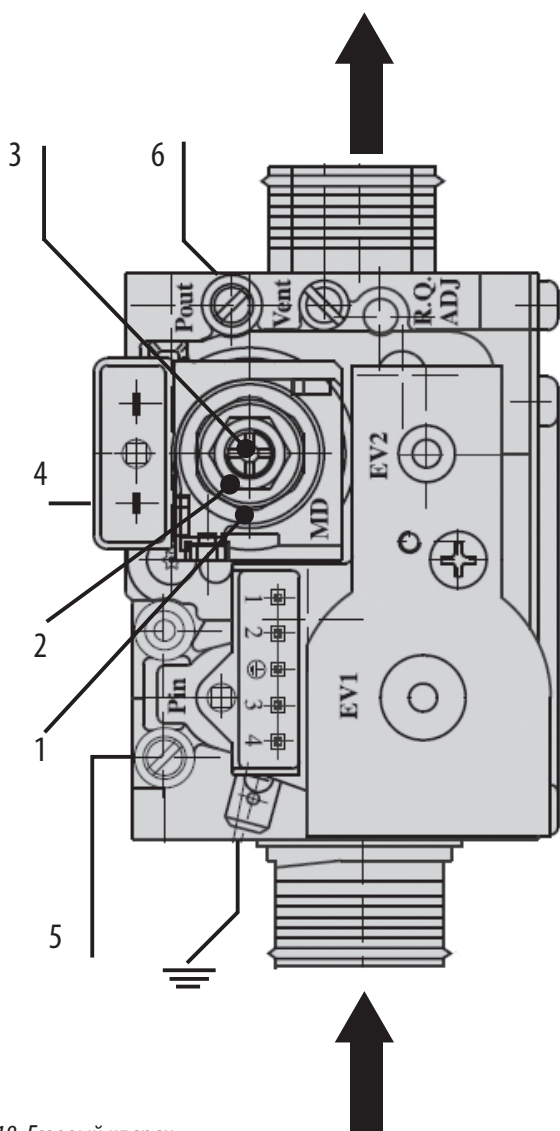

Рис. 18. Газовый клапан.
- Подключите газовый манометр к штуцеру замера давления газа «б» на выходе из газового клапана (см. рис. 18).
- Отсоедините один из проводов с клеммы модулирующей катушки газового клапана (поз. 4 – рис. 18).
2. Откройте крышку D (см. рис. 18);